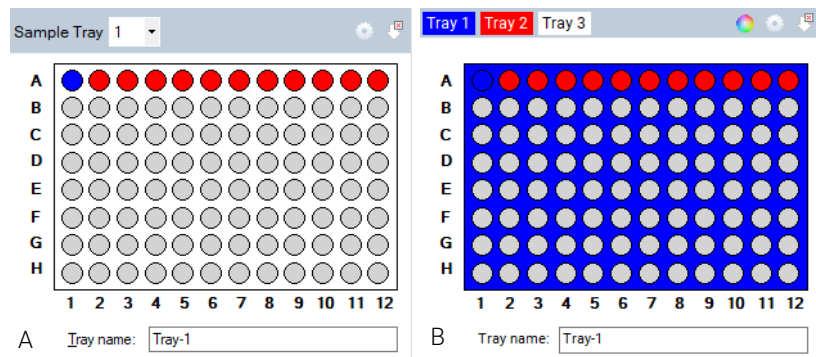

Figura 34 Selección de la bandeja mediante una lista desplegable clásica (izquierda) o pestañas de colores (derecha)
Seleccione la bandeja de muestras que vaya a utilizar en la lista desplegable **Sample Tray** (Bandeja de muestras) o en el conjunto de pestañas de colores para la selección de bandejas, en función de la configuración establecida (**Figura 34**).
La configuración se puede ajustar haciendo clic en el icono , situado en la esquina superior derecha de la ventana que se muestra en la **Figura 34**.
- 2 Elija la opción de lista desplegable o de pestañas de colores para la selección de la bandeja, tal como se muestra en la **Figura 34**.
- 5 Para borrar la selección de filas, haga clic en  (**Figura 34**).
El cuadro de diálogo **Tray name** (Nombre de la bandeja) le permite introducir un nombre para la bandeja que se esté procesando (**Figura 34**). Como alternativa, puede seleccionar este cuadro de diálogo y utilizar un lector de códigos de barras para importar los nombres de las muestras de la placa que se esté procesando (para obtener más información, consulte el **capítulo 11**, "Software Fragment Analyzer: introducción de los nombres de las muestras").